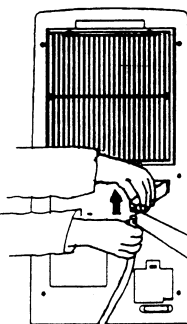
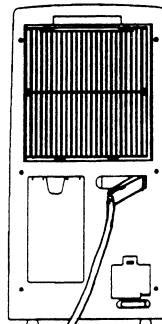

Рис. 9
Рис. 10
(3) Удерживая желоб для стока воды, вставьте его наконечник в сливное отверстие и обеспечьте надежную фиксацию (см. рисунок 9).
(4) Слейте воду в контейнер или туалет, обеспечив отсутствие какой-либо изогнутости сливного шланга, препятствующей свободному потоку воды.
* Не сгибайте сливной шланг (см. рисунок 10).